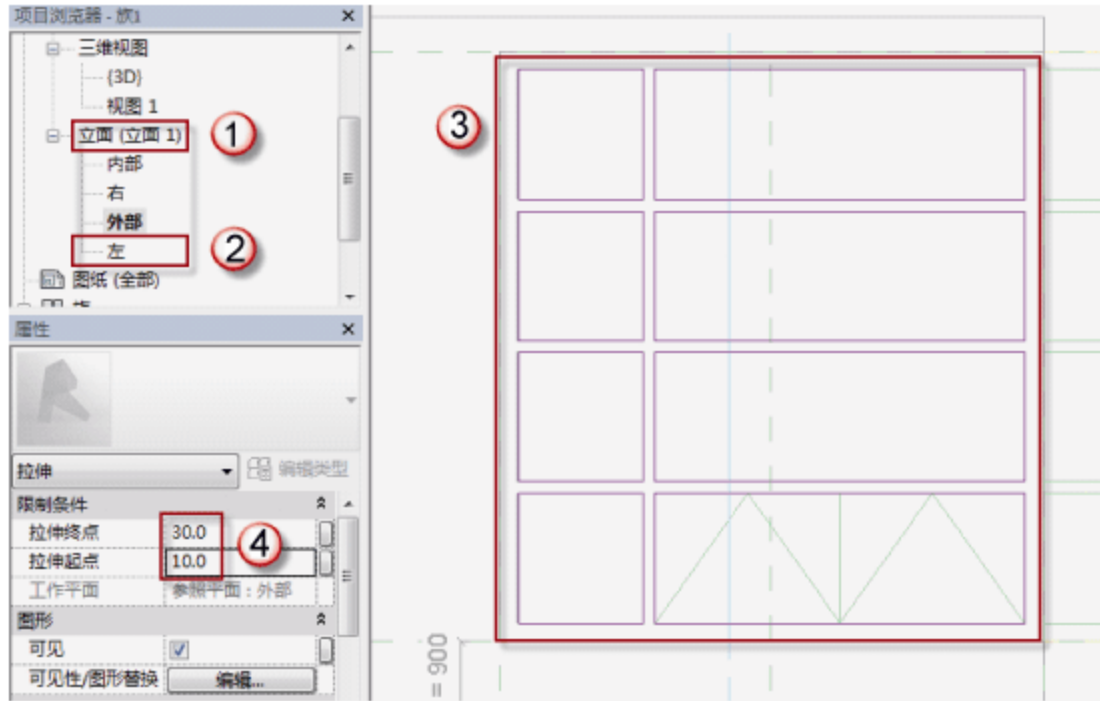

图 7.1.16 C2925 窗户玻璃的位置及厚度
(14) 绘制 C2925 窗户玻璃。选择“项目浏览器”中的“立面（立面 1）”→“左”命令，可以进入 C2925 的左立面视图，选择“创建”→“拉伸”命令，进入“修改 | 编辑拉伸”界面，用菜单中的绘制工具完成 C2925 窗户玻璃绘制，如图 7.1.16 所示。在“属性”面板中，在“拉伸终点”中输入“30”字样，在“拉伸起点”中输入“10”字样。绘制完成后，单击√按钮完成绘制。